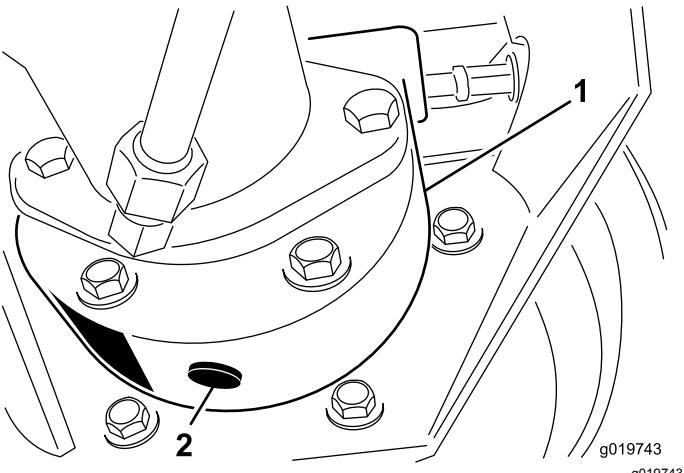

Bild 82
3. Stellen Sie eine Auffangwanne unter das Bremsgehäuse, entfernen Sie die Ablassschraube und lassen das Öl ablaufen (**Bild 82**).